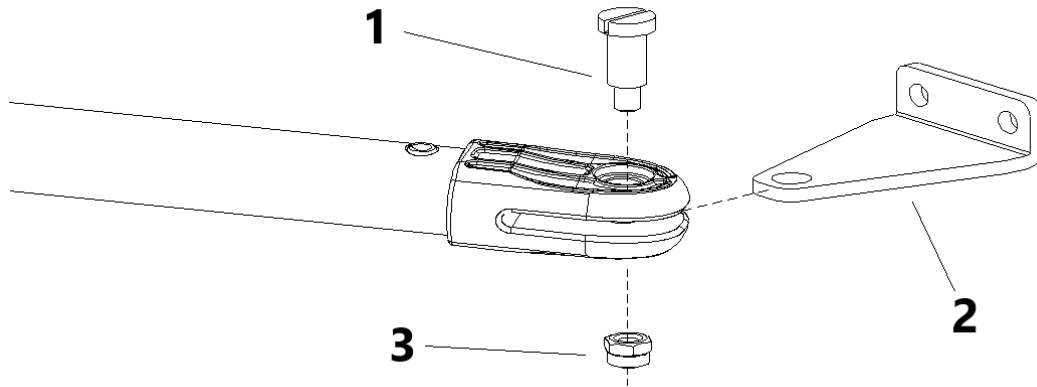

Figura 9
E) Așa cum se arată în figura 9 de mai jos, conectați suportul de perete la perete conform poziției marcate. Apoi, conectați mașina principală la suportul de perete cu șurub și piuliță. (Vă rugăm să folosiți o nivelă pentru a vă asigura că instalarea este plană.)